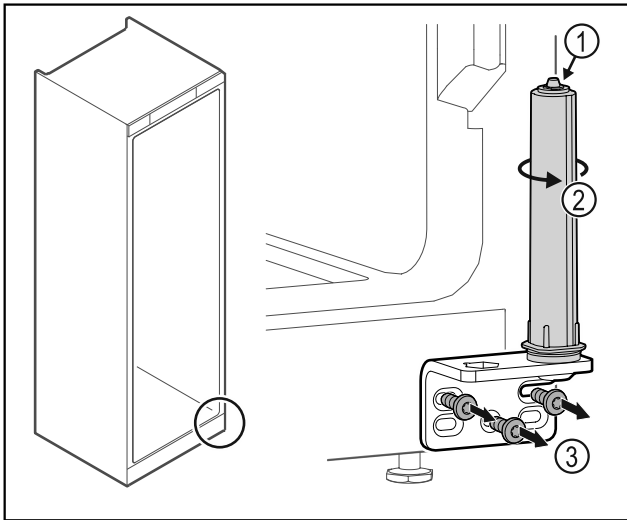

Fig. 28
- ▶ Не разбирайте систему закрытия двери Fig. 28 (1).
- ▶ Поворачивайте систему закрытия Fig. 28 (2) до щелчка.
- ▶ Отвинтите шарнирные уголки Fig. 28 (3).